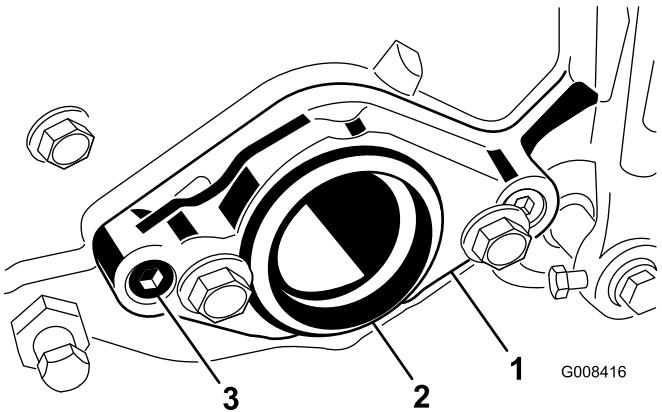

Figura 14
- B. Na extremidade direita da unidade de corte, retire o tampão de plástico da caixa de rolamentos (Figura 14).
- C. Remova os 2 parafusos de cabeça allen que prendem a montagem do motor à extremidade direita da unidade de corte. Remova a montagem do motor (Figura 14).